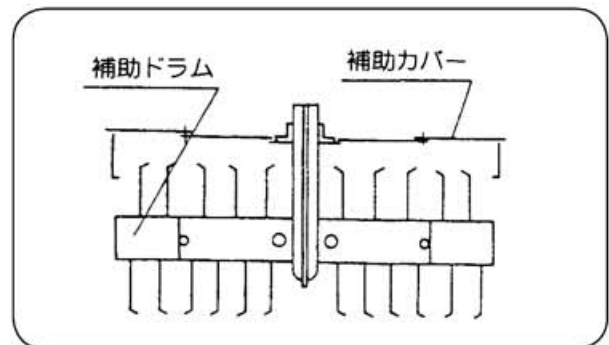

図 56
- ② 補助ドラムをセットした場合は、刃の配列は図56のようにおこなってください。刃の配列によって、作業精度が異なってきます。
- ③ 補助ドラムをセットした場合は、それに合わせて補助カバーを取付け調整してください。